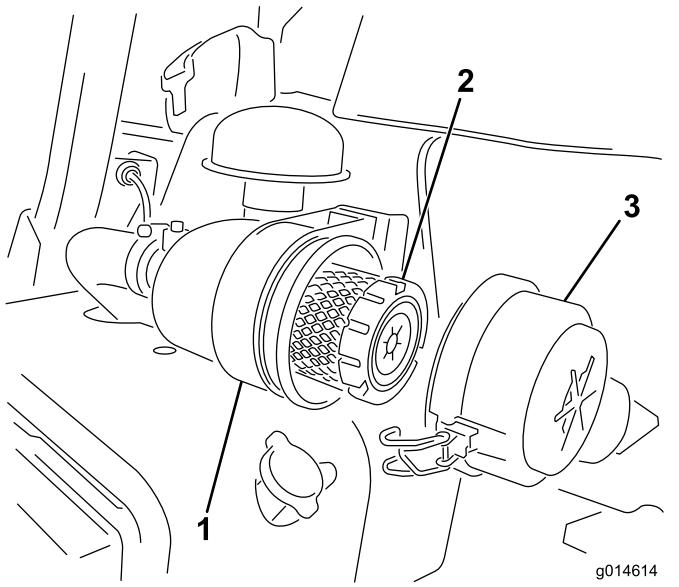

Figura 23
1. Abra los enganches que sujetan la tapa del limpiador de aire a la carcasa del limpiador de aire (Figura 23).
- Cierre los enganches (Figura 23).